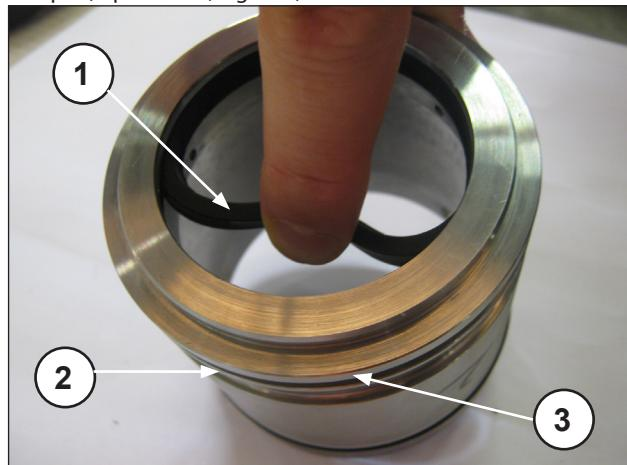

Fig. 165
Placer le joint de basse pression dans le support des segments (rep. ①, Fig. 165), en prenant garde au sens de montage de la lèvre d'étanchéité qui doit être orientée vers l'avant (vers la culasse), le joint torique et la bague anti-extrusion avec le joint torique (rep. ② et ③, Fig. 165).